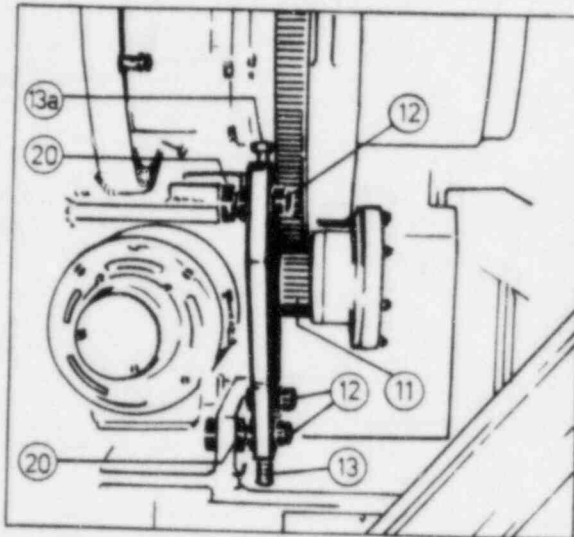

Fig. 30
Ist dies nicht der Fall, so ist die Nachjustierung mit den Schrauben (20) durchzuführen (Fig. 30).
If this is not the case, make a readjustment with the screws (20) (fig. 30).